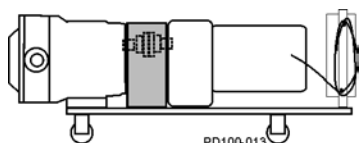
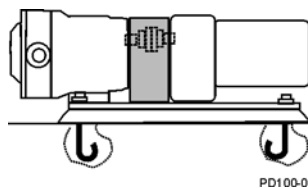

Рисунок 4 - Портативная основа
Рисунок 7 - Стационарная установка на основание
При конфигурации типичной установки насос и приводное устройство установлены на общей основной плите. Устройство должно быть установлено в любом порядке, показанном в Рисунок 4 при помощи Рисунок 7 (затененная область означает расположение защиты).
**ПРИМЕЧАНИЕ:** При установке устройства, как указано в Рисунок 7, необходимо выровнять устройство перед креплением болтов.